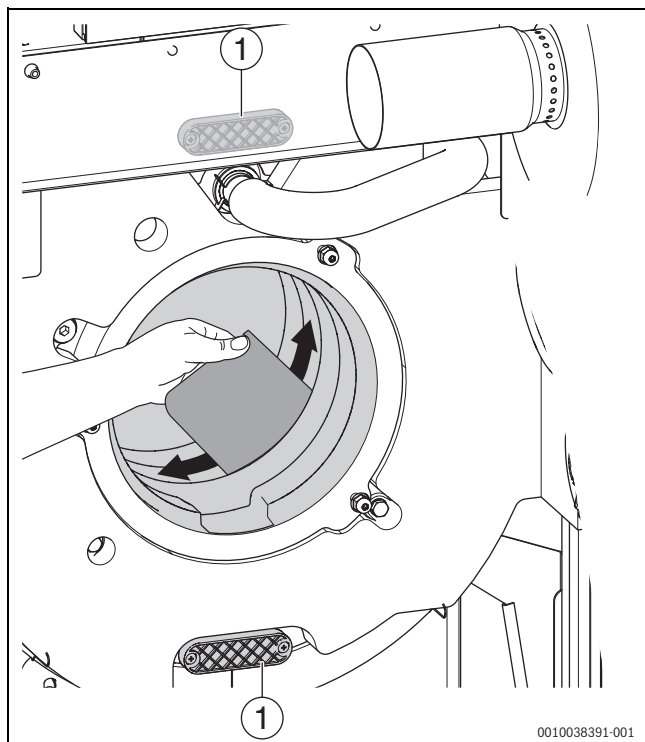

Bild 11 Heizgasspalte mit Reinigungsspachtel reinigen
- ▶ Befestigungsschrauben der beiden Reinigungsdeckel (→ Bild 11, [1]) entfernen.
- ▶ Heizgasspalte mit Reinigungsspachtel reinigen (→ Bild 11). Hinweise zur Reinigung beachten!